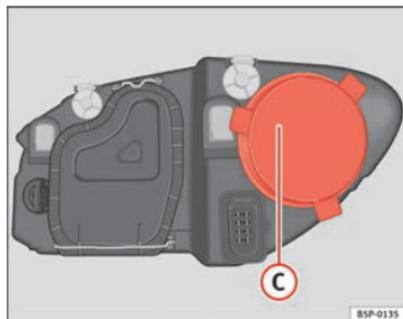

Fig. 190 Máximos
- Retirar a tampa ⇒ fig. 190 ①, puxando-a.